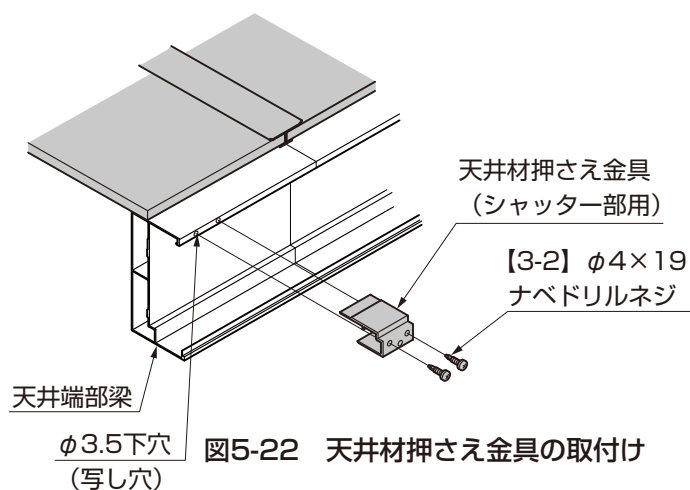

図5-22 天井材押さえ金具の取付け
- ⑦天井端部梁にφ3.5の下穴（写し穴）をあけてください。（図5-22参照）
- ⑧天井材押さえ金具（シャッター部用）を天井端部梁に、天井面材をはさみこむように【3-2】で取付けてください。（図5-22参照）